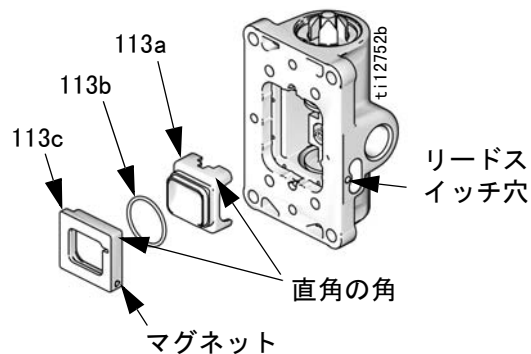

図 7: 2 ピースカップの取り付け
次の手順で、カップ本体とカップベースを組み立てる際に、一通りでしか組み付けられないことに注意してください。カップ本体 (113a) とカップベース (113c) の両方には、一角に直角の端があります。O リングの損傷を避けるには、これらの部品を違う向きで強制的に組み付けないでください。図 7 を参照してください。
8. 図 7 を参照してください。カップ O リング (113b) を潤滑してカップ本体 (113a) に取り付け、その次にカップ本体をカップベース (113c) に組み付けます。カップアセンブリを潤滑して取り付けます。小型の円形マグネットをリードスイッチ穴の位置に合わせます。